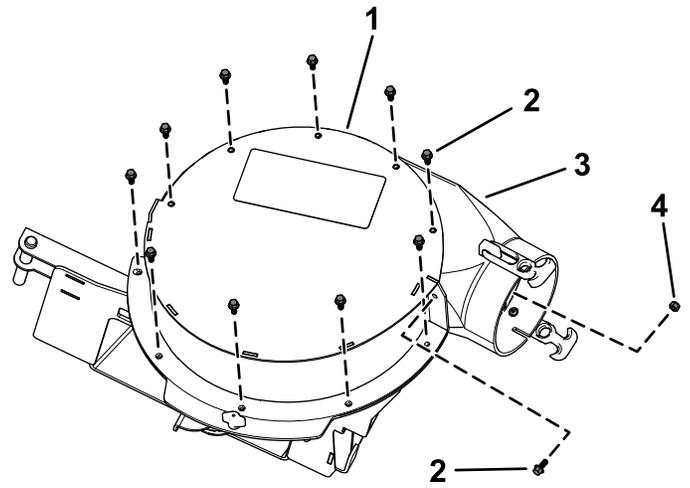

図 3
3. カバーを、フロアアセンブリに取り付ける六角ヘッドボルト $\frac{1}{4} \times \frac{5}{8}$ " 11本とロックナット $\frac{1}{4}$ " 1個を使用して 図 3 のように取り付ける。